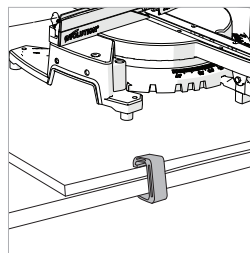

Fig. 2
- Utilisez des serre-joints pour fixer la planche à la surface de travail (**Fig. 2**)